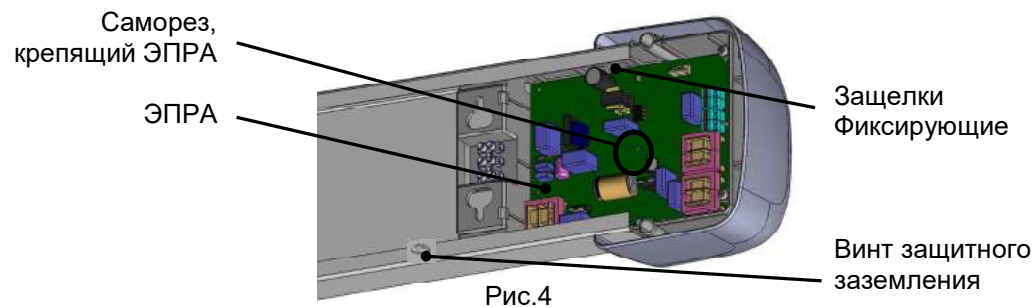

Рис.4
- 7.5. По окончании срока службы ламп (в зависимости от типа установленных ламп) необходимо произвести замену обеих ламп п.7.6 и провести техническое обслуживание облучателя (очистка узлов от пыли, контроль электрических контактов, крепежных элементов и крепления наконечника провода заземления на корпусе облучателя при помощи винта) (рис.4).
- Отсоединить наконечник провода заземления ХТ4 ЭПРА от основания облучателя, предварительно открутив винт защитного заземления (рис.4).
- Открутить саморез, крепящий ЭПРА (рис.4).
- Извлечь ЭПРА из правого торцевого блока, нажав на фиксирующие защелки (рис.4).
- Установить новый ЭПРА, зафиксировав защелками и саморезом (рис.4).
- Закрепить винтом защитного заземления наконечник провода заземления ХТ4 на основании облучателя (рис.4).